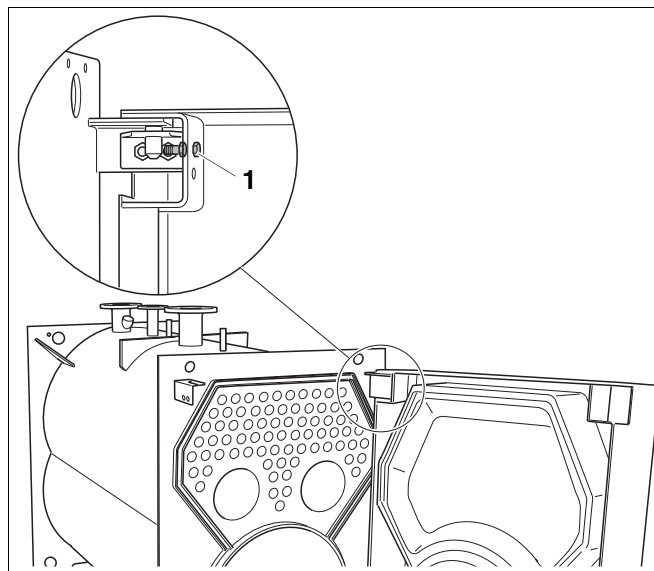

Рис. 9 Демонтаж фиксирующего болта
- Вынуть фиксирующий болт (рис. 9, поз. 1) на правом верхнем шарнире.
- После открывания дверцы горелки установить фиксирующий болт в верхнее отверстие левого шарнира дверцы (как показано на рис. 9).